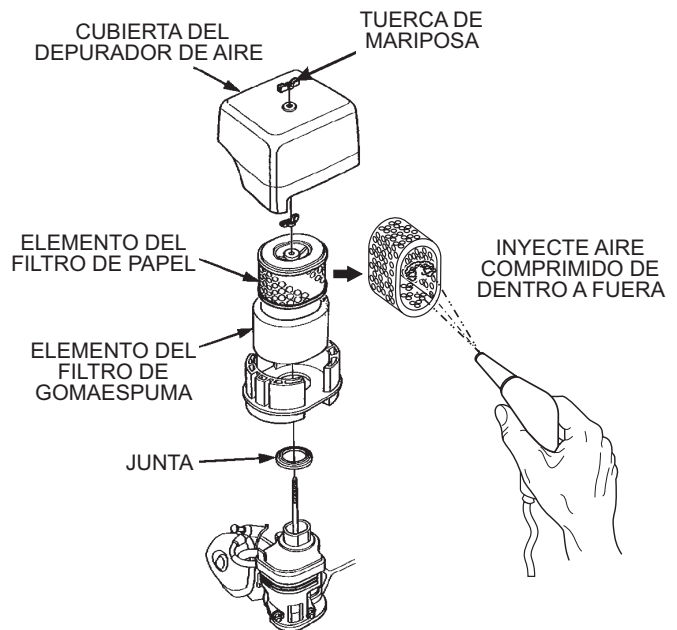

Figura 22. Depurador de aire del motor
1. Quite la cubierta del depurador de aire y el elemento del filtro de espuma según se muestra en la Figura 22.
2. Golpee el elemento del filtro de papel (Figura 22) varias veces sobre una superficie dura para quitar la suciedad, o inyecte aire comprimido (no se debe exceder 30 psi (207 kPa, 2,1 kgf/cm²) por el elemento del filtro desde el lado de la caja del depurador de aire. No quite **NUNCA** la suciedad cepillando. El cepillado forzaría la suciedad dentro de las fibras. Reemplace el elemento del filtro de papel si está excesivamente sucio.